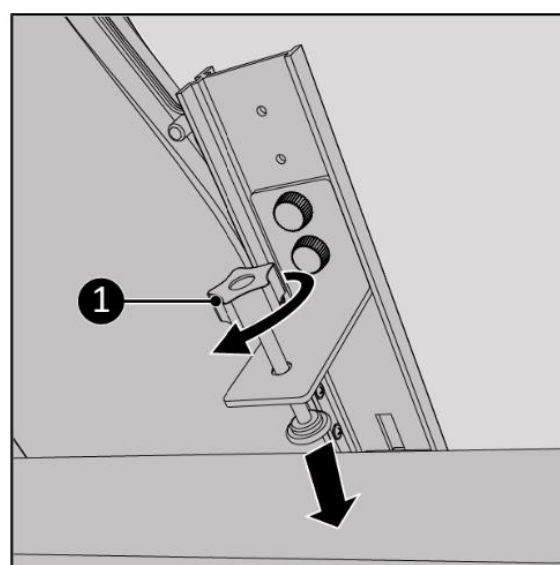

Figura 47.
14. Înșurubați cu grijă șurubul de strângere de pe clemă pe rama ferestrei (Figura 47, elementul 1).